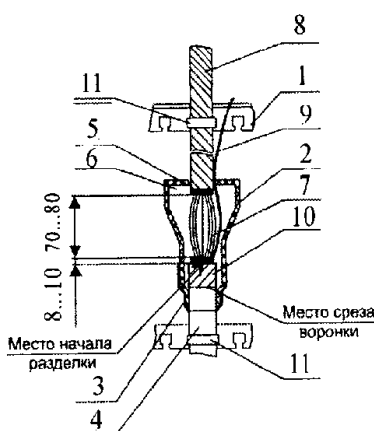

Рис. 4. Схема разводки кабеля в шкафу ШР
Допускается затяжка в шкаф магистрального кабеля полной емкости без установки разветвительной муфты в колодце (рис. 4) с использованием конуса муфты МПС типоразмера, соответствующего данному кабелю. Для кабеля без гидрофобного заполнения газонепроницаемая муфта должна устанавливаться в шкафаном колодце.
5.1.8. На расстоянии 70-80 мм от среза оболочки на сердечнике кабеля сделать второй бандаж. На участке между бандажами удалить нитки, связывающие повивы и пучки. Распушить жилы, отделив их друг от друга (рис. 4).
6.4. Для протягивания кроссировочного шнура между боксами, установленными в разных вертикальных рядах и формирования вертикальной «постели» кроссировок следует использовать скобы, установленные в верхней части шкафа (см. рис. 4).